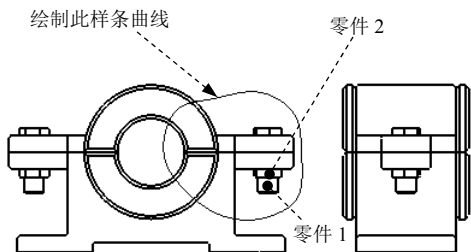
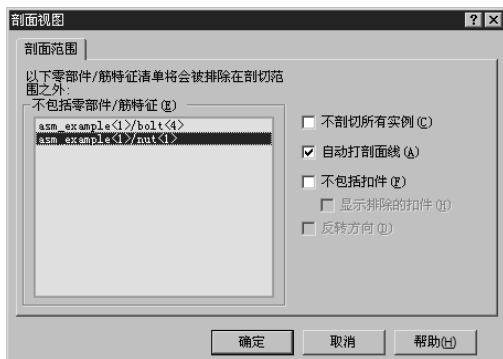
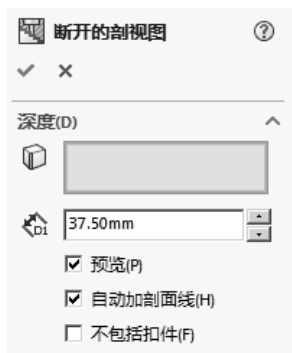
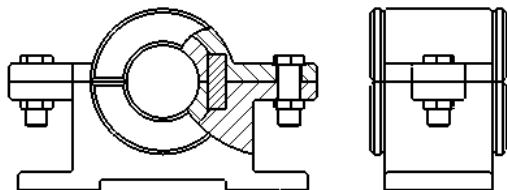

图 4.6.8 绘制剖切线
图 4.6.9 “剖面视图”对话框
图 4.6.10 “断开的剖视图”对话框
图 4.6.11 装配体的局部剖视图
Step3. 绘制剖切范围。在主视图中绘制图 4.6.8 所示的样条曲线作为剖切范围, 此时系统弹出图 4.6.9 所示的“剖面视图”对话框。
Step4. 选取不剖切的零部件。在图形区选取图 4.6.8 所示的“零件 1”和“零件 2”为不剖切的零部件, 在对话框中选中 ☒ 自动打剖面线(A) 复选框, 其他参数采用系统默认设置值, 单击 确定 按钮, 系统弹出图 4.6.10 所示的“断开的剖视图”对话框。
Step6. 选中“断开的剖视图”对话框中的 ☒ 预览(P) 复选框, 预览生成的视图, 其他参数采用系统默认设置值。
Step7. 单击对话框中的 按钮, 完成局部剖视图的创建, 结果如图 4.6.11 所示。